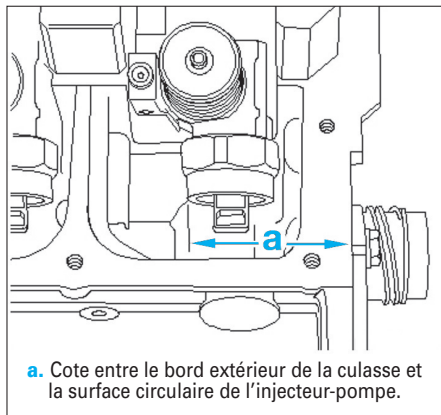
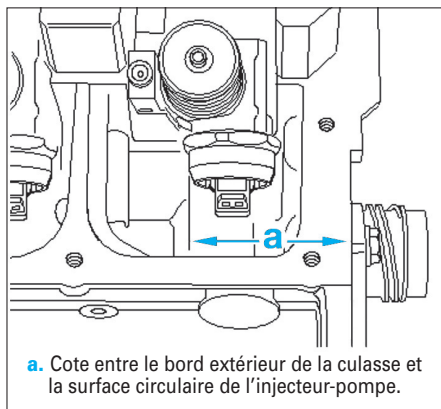

Fig. 35
Fig. 36
- [1]. Support universel de comparateur réf VW : VW 387 (Fig.36)
- A l'aide d'un pied à coulisse (plage de mesure de 400 mm mini), vérifier la cote "a" entre le bord extérieur de la culasse et la surface circulaire de l'injecteur-pompe (Fig.35) ou (Fig.36) selon le montage.
- Mise en service progressive d'injecteurs-pompes avec écrou d'électrovanne nouveau type. Un montage mixte est autorisé à condition de respecter la cote "a" (Fig.35) ou (Fig.36).